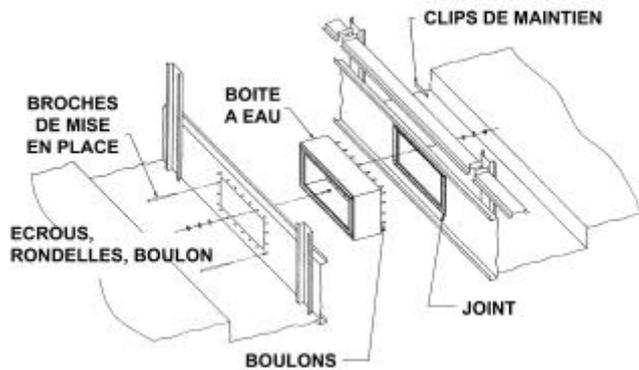

Figure 6 - Assemblage de l'Égalisation de niveau.
2. Les brides de raccordement qui doivent être en contact doivent être nettoyée de toute graisse, saleté et humidité. Appliquer une bande de joint sur un côté du panneau centré au dessus des trous de la boîte à eau comme indiqué en Figure 6. Enlever le papier du joint.
6. Aligner les trous des boulons des égalisations avec des broches et assembler la seconde section bassin avec la première comme indiqué en Figure 6.